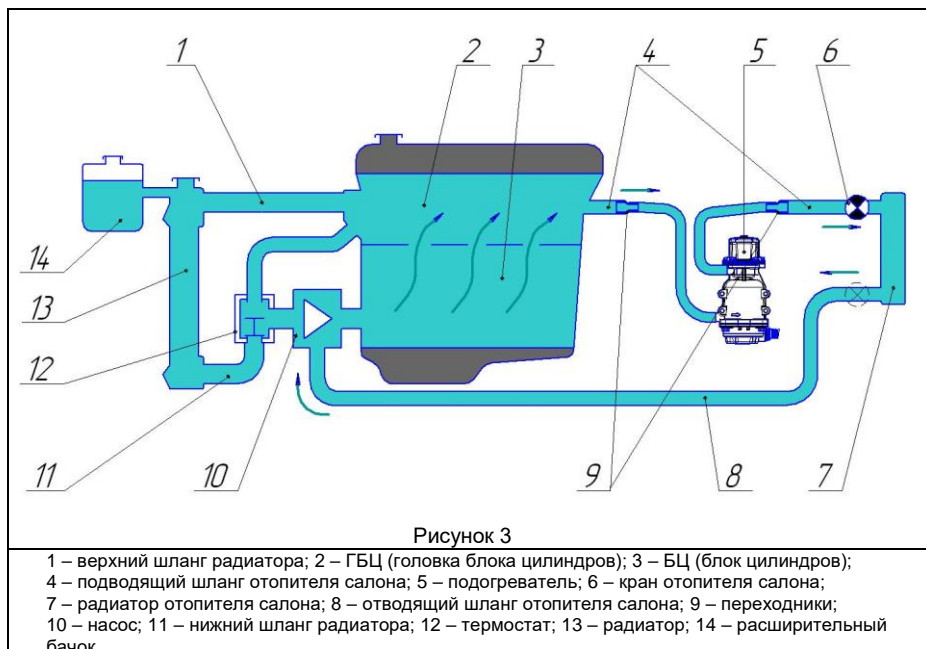

Рисунок 3
6.2 В состав комплекта входят детали и материалы, позволяющие произвести монтаж подогревателя на автомобиле по схеме, представленной на рис. 3. Подключение подогревателя к контуру циркуляции ОЖ производится через шланг подачи ОЖ от двигателя к радиатору отопителя салона независимо от расположения термостата.
6.3 Подогреватель должен быть установлен строго в вертикальном положении (насос вверх, рис. 3).
⚠ ВНИМАНИЕ! Для автомобилей оснащенных инновационной системой терморегулирования ИТМ (ряд бензиновых двигателей TSI, FSI и дизельных TDI концерна Volkswagen) монтаж подогревателя по схеме рис. 3 через отопитель салона не допускается из-за наличия в системе управляемых электромагнитных клапанов.